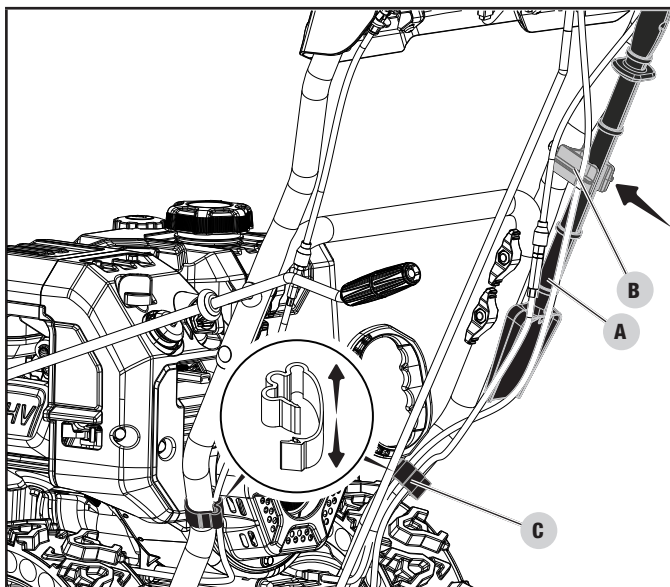

Figure 11
1. Fixez l'outil de nettoyage (A) dans l'agrafe (B) sur la poignée droite (fig. 11).
2. Fixez deux colliers (C) sur la poignée inférieure pour retenir les câbles provenant des leviers manuels et pour maintenir le câble d'alimentation de la lampe LED. Les colliers ont une forme d'emboîtement. Écartez les pinces dans le sens axial en formant une spirale afin de faire s'emboîter les éléments les uns dans les autres en partant du bord opposé (fig. 11).